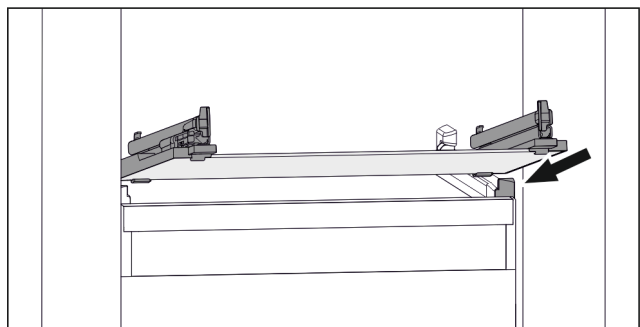

Fig. 89 Приблизне відображення скляної пластини
- ▶ Встановити скляну пластину за стопорами навкоси. (див. Fig. 89)